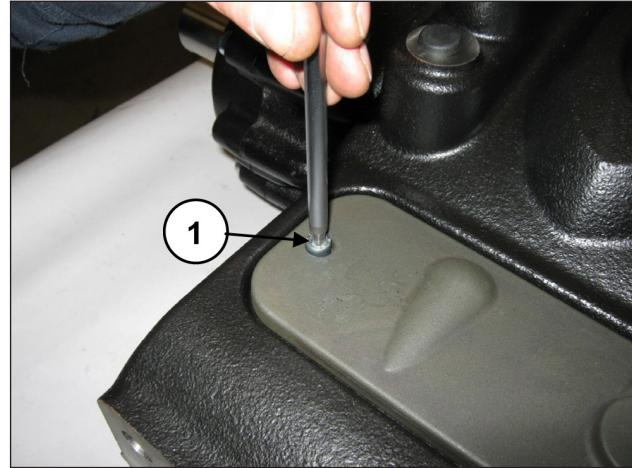

Fig. 169
Rimuovere il coperchio di ispezione superiore svitando le 2 viti di fissaggio (pos. ①, Fig. 169).